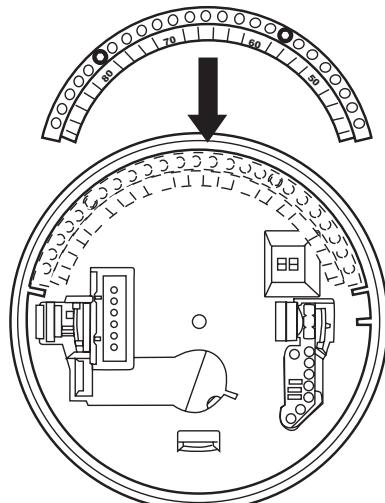

Fig. 3. Alignement de la butée avec le thermostat.
3. Au dos du thermostat, aligner la butée avec les trous. Voir la Fig. 3.